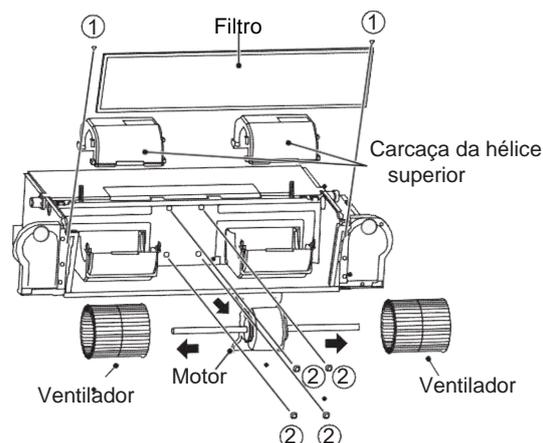

Figura 4-5: Remoção do filtro, tampa superior e parafusos do motor
- c) Como mostra na Figura 4-5, remova os parafusos ①*2 para retirar o filtro. De seguida, remova a tampa superior.